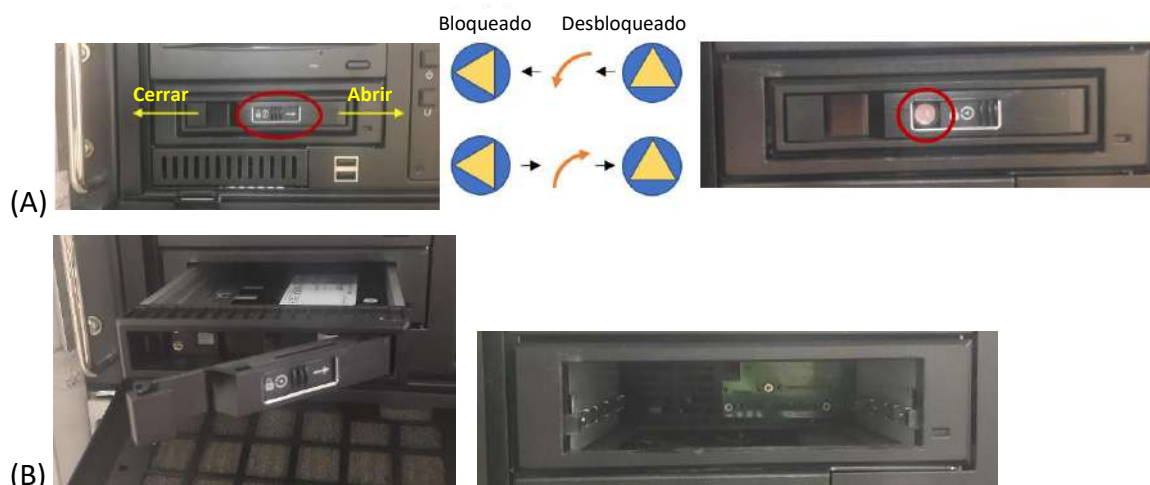

Figura B-2: Mango de liberación y extracción del disco duro
2. Deslice la puerta de la tapa para descubrir el símbolo de cerradura (consulte la **Figura B-2**).
3. Para desbloquear el compartimento, utilice una llave especial (consulte la **Figura B-2**).
4. Para liberar y extraer el disco duro de su compartimento, utilice el mango especial (consulte la **Figura B-2**).
6. Para montar el disco duro en el compartimento, utilice el mango especial (consulte la **Figura B-2**).
7. Gire la llave a la posición de **bloqueado** (consulte la **Figura B-2**).
8. Deslice la puerta de la tapa para cubrir el símbolo de cerradura (consulte la **Figura B-2**).